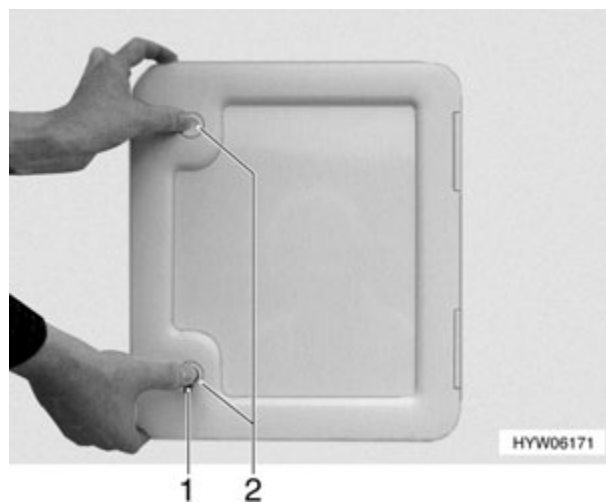

Fig. 179 Apertura de la trampilla de evacuación Thetford
La trampilla de evacuación para el cassette Thetford (Fig. 179) está en la parte exterior de la aurocaravana:
- Abrir el cierre a presión (Fig. 179,1) con la llave.
- Pulsar simultáneamente las dos cerraduras de presión (Fig. 179,2) y abrir la trampilla de evacuación para el cassette Thetford.